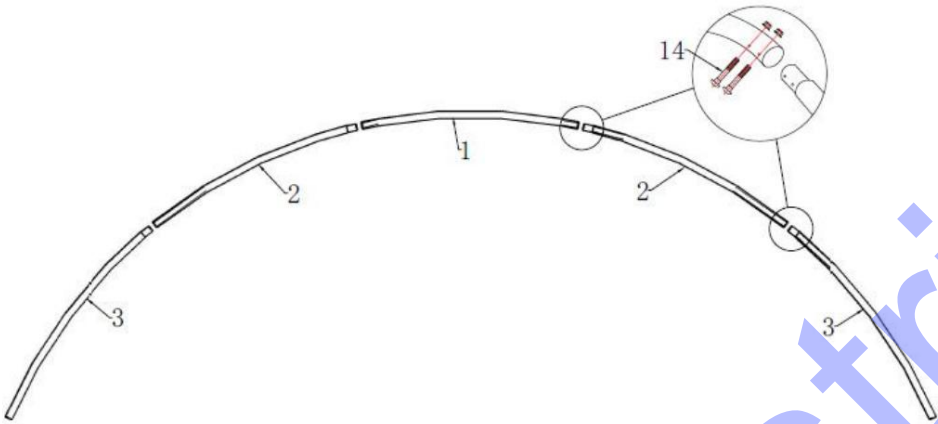

Figure 3
3.1 Comme le montre la figure 3, pour trouver un tube courbé de toit et deux tubes courbés du . Abaissez le tube plié et assemblez chaque arc de groupe avec un boulon milieu, N'INSTALLEZ PAS la vis sur le dessus de la ferme où le tissu reposera.